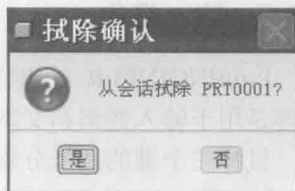

图 1-12 【拭除确认】对话框
(2) 在【拭除】子菜单中选择【当前】命令,系统弹出如图 1-12 所示的【拭除确认】对话框。